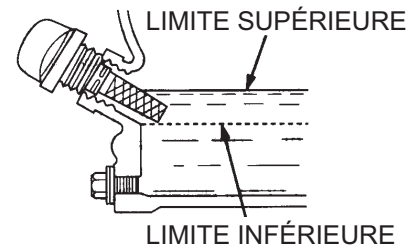

**Figure 5. Jauge d'huile moteur (retrait)**
2. Retirez la jauge de remplissage de l'orifice de remplissage d'huile à moteur (Figure 5) et nettoyez-la.